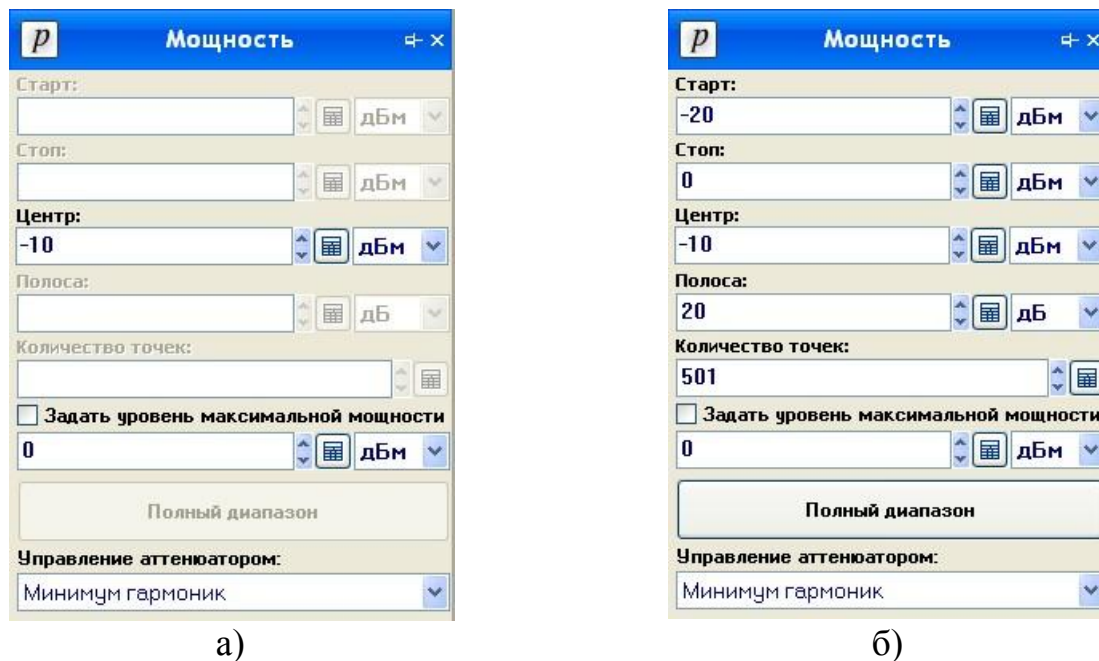

Рисунок 7.3 – Вкладка «Мощность»
7.4.1 Установка параметров мощности проводится во вкладке «Мощность» панели управления (рисунок 7.3).
7.4.2.1 В режимах «Фиксированная частота и мощность» и «Сканирование по частоте» задаётся только значение мощности в поле «Центр» (рисунок 7.3-а).
7.4.3.1 В режимах «Сканирование по мощности» и «Сканирование по частоте и мощности» (рисунок 7.3-б) установка мощности возможна двумя способами: